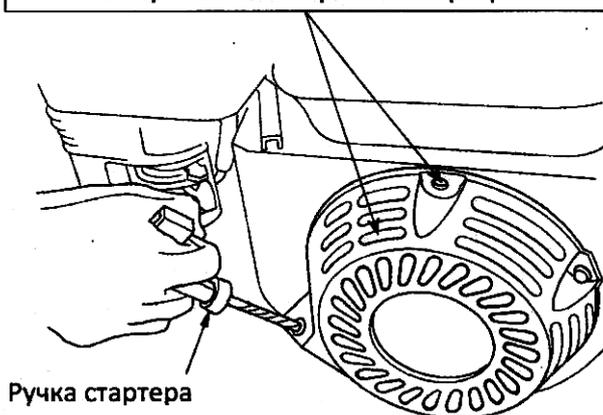

Рисунок 2.29 – Предохранение двигателя от внутренней коррозии
7. Потяните за рукоятку стартера до тех пор, пока вы не почувствуете сопротивление. Продолжайте тянуть рукоятку стартера до тех пор, пока отметка на шкиве стартера не совпадет с отверстием на кожухе стартера (рис. 2.29). В этом положении впускной и выпускной клапан двигателя закрыты. Таким образом, вы предохраните двигатель от внутренней коррозии